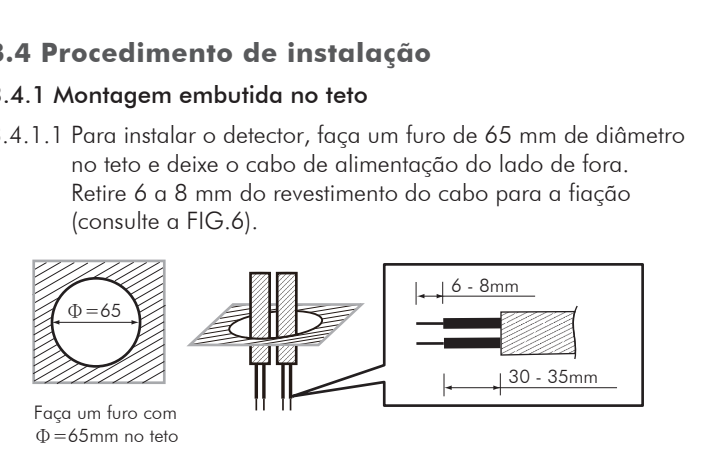
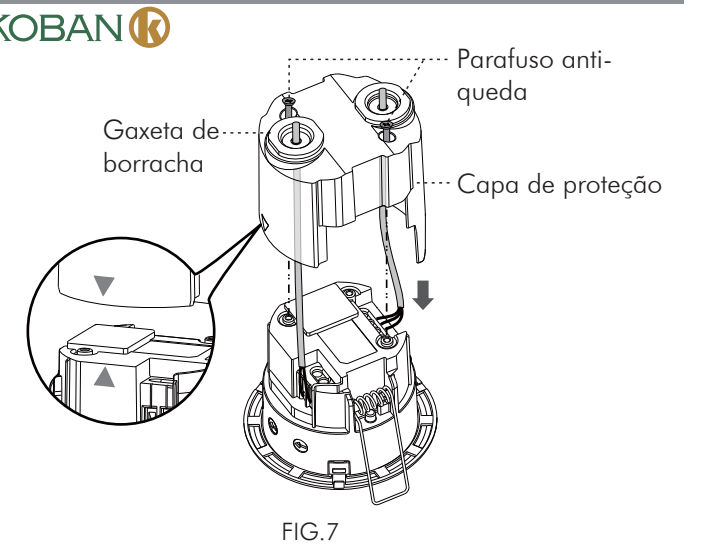

FIG.5
FIG.7
- 3.3.1 Operação normal: Máx. 10 unidades de detectores escravos podem ser conectados ao terminal R/S do detector mestre (veja a FIG.5). O comprimento máximo do cabo entre o primeiro e o último detector não deve exceder 100 m, e cada dois detectores deve ter pelo menos 1 m.
- 3.4.1.2 Use uma chave de fenda para soltar dois parafusos para retirar a tampa de proteção e remover a braçadeira do cabo. 3.4.1.3 Quebre a junta de borracha e passe os cabos por ela (Consulte a FIG.7).
- 3.4.1.4 Para obter a fiação correta, consulte a FIG.5, alinhe o símbolo "W" na tampa do central elétrica com o símbolo "▲" no compartimento (Consulte a FIG. 7) e aperte o tampa da central elétrica.